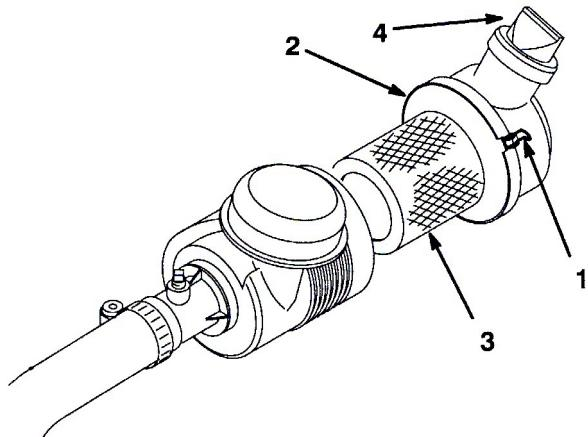

図44
- エア・クリーナのカバーをボディーに固定しているラッチを外す(図44)。
- カバーを取り付け、ラッチを掛ける(図44)。